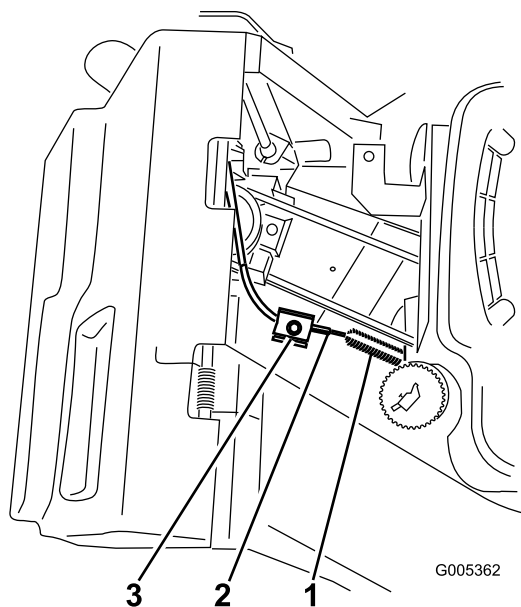

Figura 29
5. Afloje el tornillo de la abrazadera hasta que se deslice el conducto del cable del freno (Figura 29).